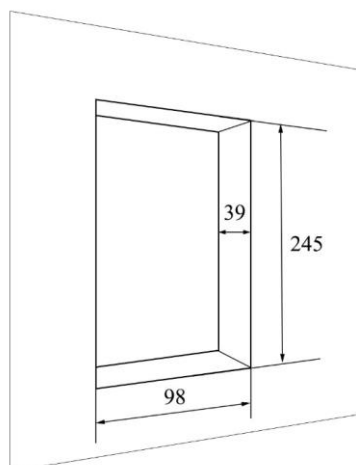

Рисунок 2 – Отверстие для врезного монтажа
2.2.1. Вырезать в листовом металле отверстие (В×Ш = 245×98 мм). Убедиться, что для установки короба свободно не менее 39 мм глубины (рисунок 2).
- 2.3.1. В месте установки крепления вырезать углубление с параметрами:  $V \times Ш \times Г = 245 \times 98 \times 39$  мм (рисунок 2).